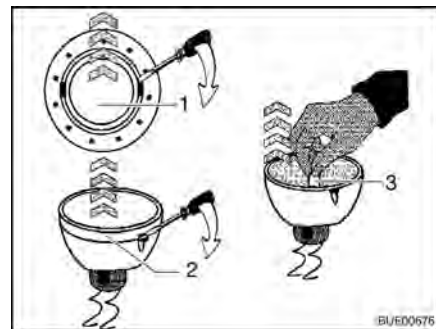

Fig. 254 Cambiar la bombilla halógena
- Soltar el anillo de cubierta interior (Fig. 254,1) de la carcasa con un desatornillador.
- Soltar el anillo de cubierta con la lámina de vidrio (Fig. 254,2) de la parte inferior de la lámpara halógena empotrada utilizando un desatornillador.
- Extraer la bombilla halógena (Fig. 254,3).